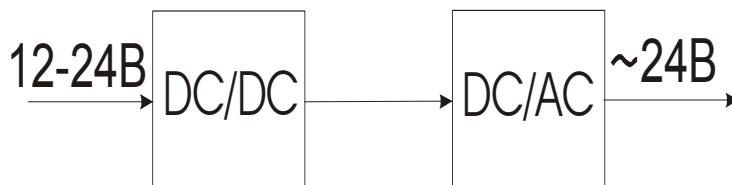

Рисунок 1
1.3. Функционально прибор состоит из преобразователей DC\DC и DC\AC. DC\DC повышает, поступающее на вход постоянное напряжение 12-24В. DC\AC преобразует повышенное постоянное напряжение в переменное 24В синусоидальной формы, см. рисунок 1 .